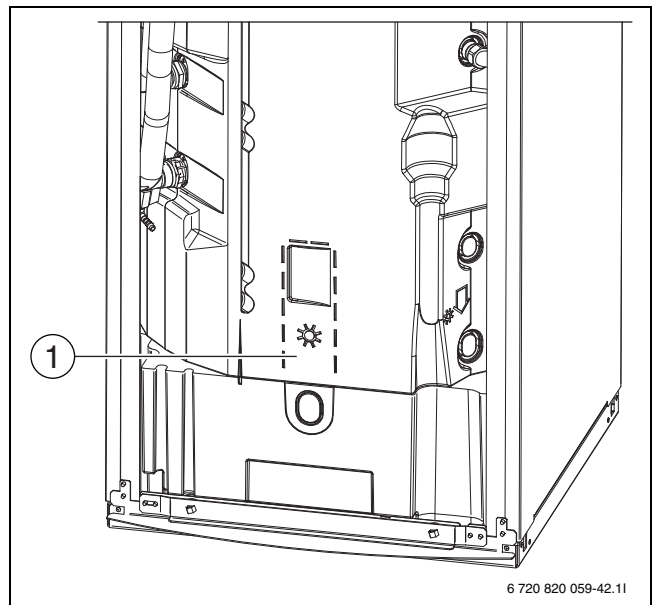

Bild 24 Anordnung von Temperaturfühler TW1 und ggf. TS2
- Dämmung am Solarsymbol (→ Abb. 24, [1]) aufschneiden. Darauf achten, dass das Kabel von Temperaturfühler TW1 nicht beschädigt wird!